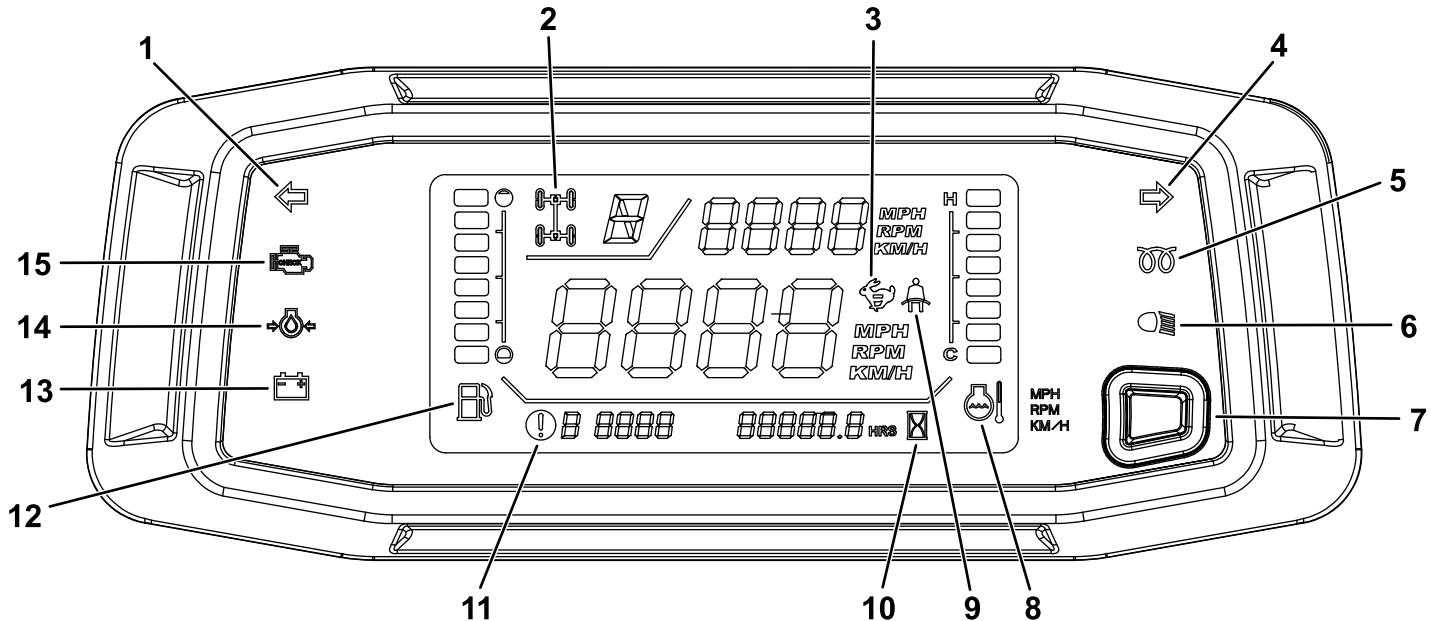

Figura 75
El indicador del intermitente izquierdo o derecho parpadea cuando se presiona el interruptor de los intermitentes hacia la izquierda o a la derecha (Figura 75).
**Nota:** Cuando el indicador (Figura 75) parpadea, indica que el ajuste no está activado/encendido; cuando deja de parpadear, está activado/encendido.
Si el control de crucero está activado, se enciende el indicador (Figura 75).
El horímetro muestra el número total de horas de operación de la máquina. El horímetro (Figura 75) empieza a funcionar cada vez que el motor está en marcha.
La luz de advertencia de la presión del aceite (Figura 75) se enciende si la presión de aceite del motor cae por debajo de un nivel seguro mientras el motor está en marcha.
El indicador de temperatura del refrigerante registra la temperatura del refrigerante en el motor y solo funciona cuando el interruptor de encendido está en la posición de CONECTADO (Figura 75).
El indicador de carga se enciende cuando la batería se descarga. Si la luz se enciende durante el uso, detenga la máquina, apague el motor y busque las posibles causas, por ejemplo la correa del alternador (Figura 75).
El indicador de combustible muestra la cantidad de combustible que hay en el depósito. Se muestra únicamente cuando el interruptor de encendido está en la posición de CONECTADO (Figura 75).
El taquímetro registra la velocidad del motor (Figura 75).
El velocímetro registra la velocidad de avance de la máquina (Figura 75).
Mantenga pulsado el botón (Figura 75) entre 0 y 3 segundos para intercambiar las posiciones del taquímetro y del velocímetro.
Mantenga pulsado el botón (Figura 75) entre 3 y 10 segundos para convertir el velocímetro de mph a km/h.